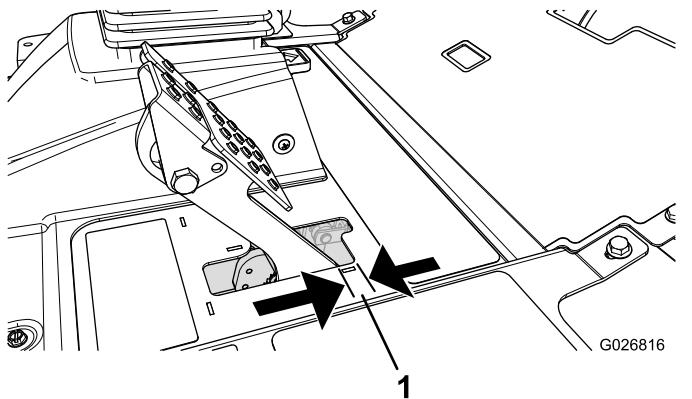

Figura 71
Ajuste os travões se o pedal do travão apresentar uma folga superior a 2,5 cm (Figura 71) ou quando os travões não funcionarem de forma eficaz. Folga é a distância percorrida pelo pedal antes de se verificar qualquer resistência ao movimento.
2. Aperte a porca traseira para deslocar o cabo para trás até que os pedais dos travões apresentem uma folga de 6,3 a 12,7 mm (**Figura 71**), antes de a roda bloquear.